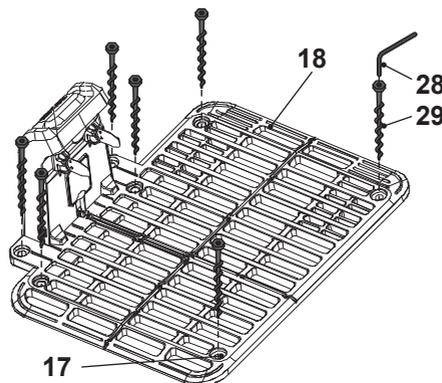

Fig. 18
Lorsque vous êtes satisfait de la position du câble périphérique et du socle (18), fixez solidement le socle à l'aide des vis de fixation filetées en plastique fournies (29). Tapez avec un marteau à une profondeur d'env. 30 mm, puis utilisez la clé Allen (28) pour visser (Fig. 18).